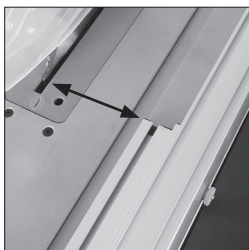

Fig. 45
- Raccomandiamo di regolare e allineare il lato posteriore della piastra della battuta con il lato anteriore della lama **(Fig. 45)**.